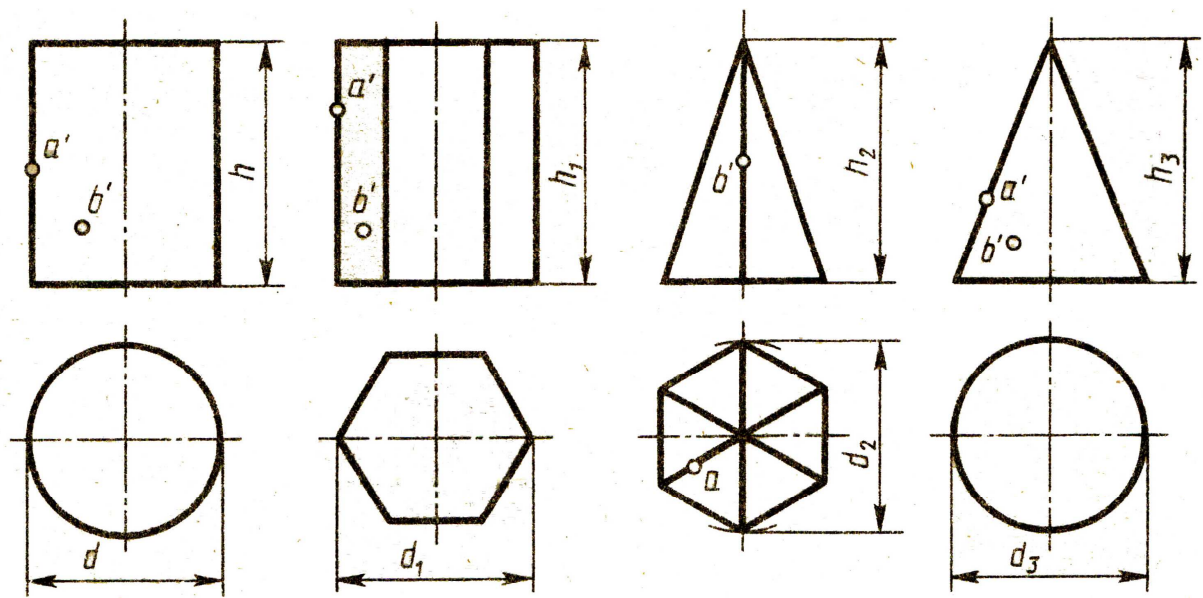

Рисунок 14. Проекция геометрических тел
12. Расставляются размеры. (Рис.14,15,16).